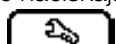

Rysunek 6
- 3 Wprowadzić kasetę i mocno nacisnąć, aż do zatrzaśnięcia na miejscu. Patrz Rysunek 6.